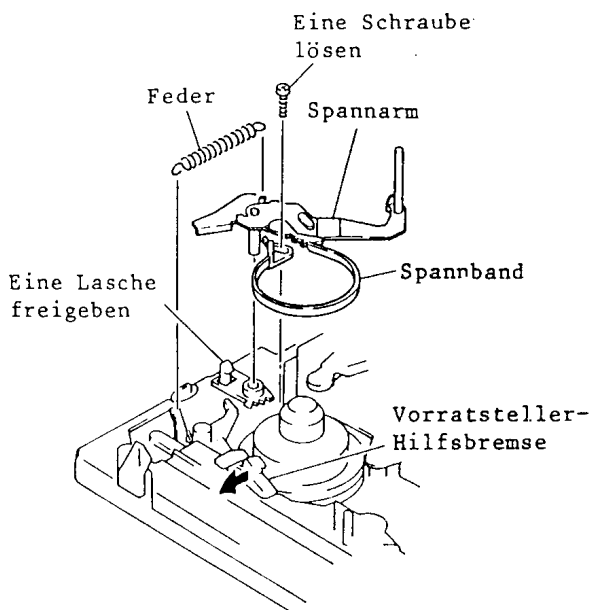

Abb. 7-7 Spannarm/Spannband
7. Spannarm/Spannband (Abb. 7-7)